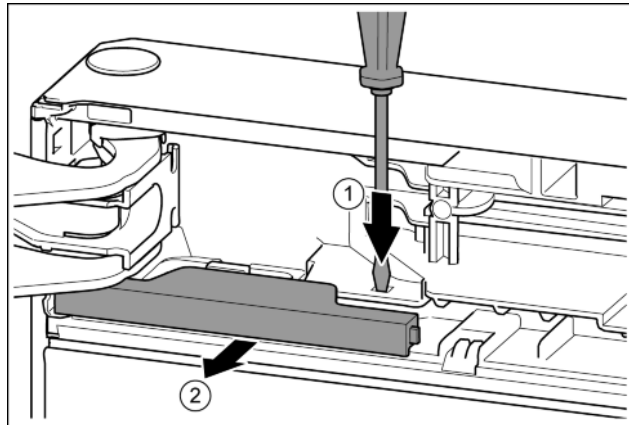

Fig. 9
► За допомогою шліцевої викрутки притисніть накладку. Fig. 9 (1)
► Витягніть кришку з фіксатора. Fig. 9 (2)